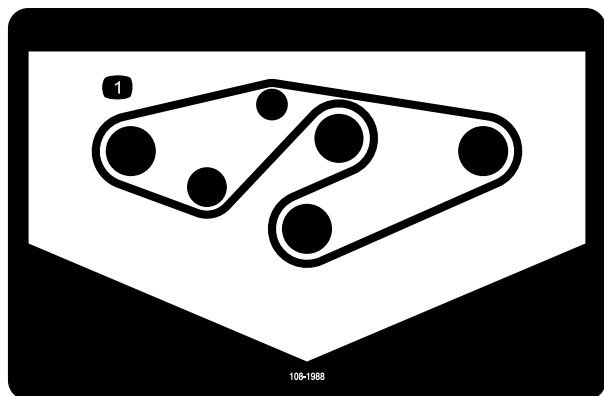

図 37
4. 図のように、スピンドル・プーリとアイドラ・プーリに新しいベルトを回しかける（図 37）。